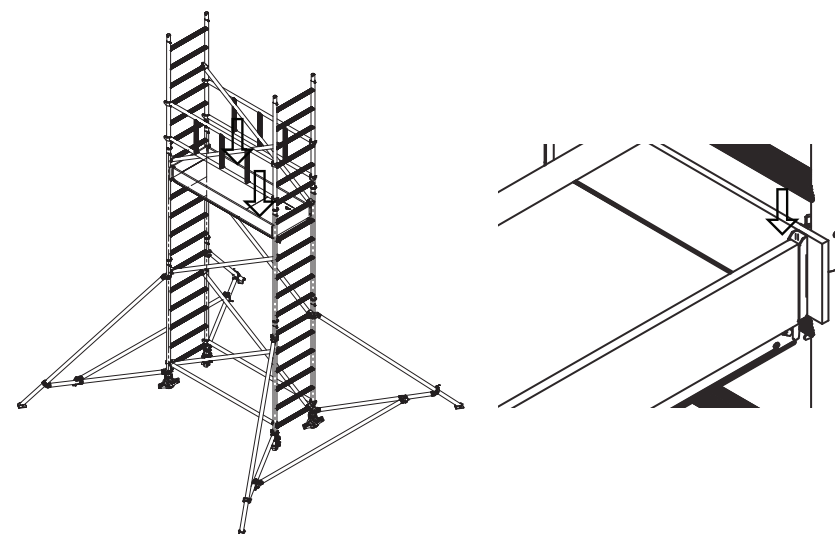

Rys. 63. Montaż stężeń skośnych
12. Zamontować stężenie skośne tak, aby dolne haki były zamontowane na 11 szczepku, a górne na 15 szczepku. Następnie zamontować drugie stężenie skośne analogicznie, krzyżując z pierwszym. Należy sprawdzić prawidłowe napięcie zabezpieczeń haków (Rys. 63).